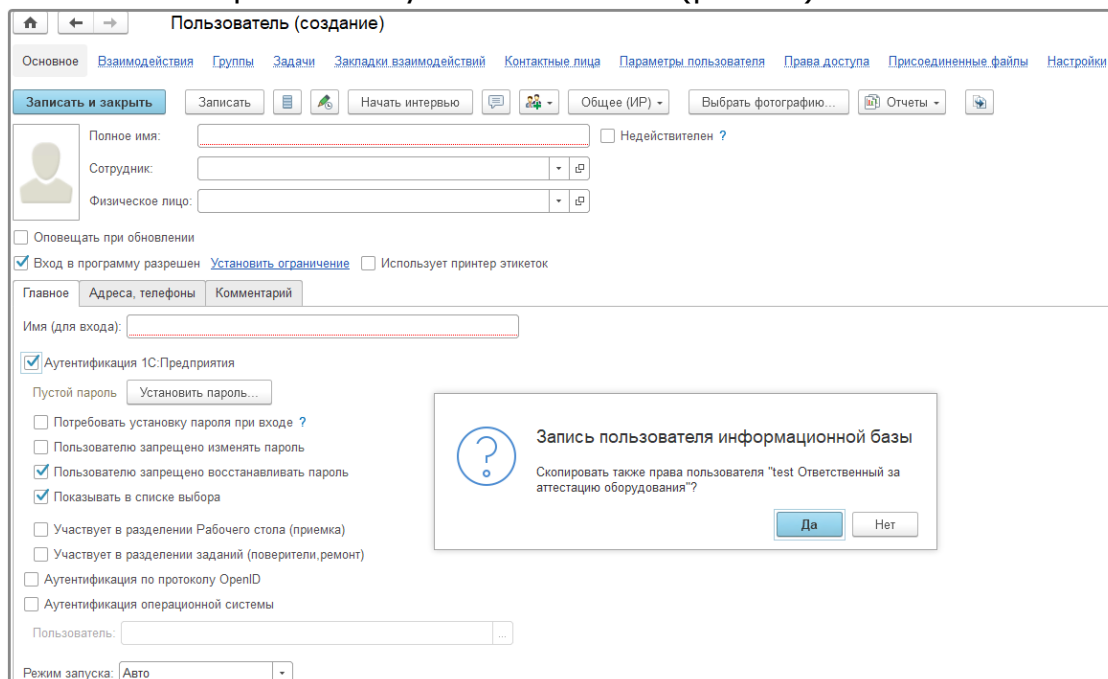

Рисунок 18
12. При копировании уже существующего элемента справочника **Пользователь** по кнопке **Записать** выводится сообщение о присвоении аналогичных прав новому пользователю (рис.18):